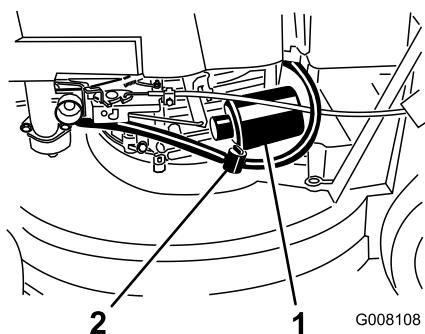

Figura 22
5. Mettete un cencio sotto il filtro dell'olio per raccogliere l'olio che fuoriesce mentre togliete il filtro (Figura 22).
3. Chiudete la valvola del carburante (Figura 22).